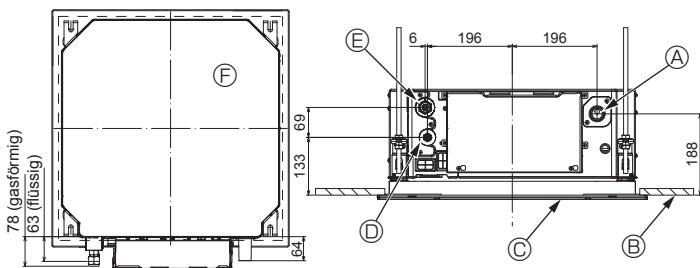

Fig. 3-1
3.1. Lage der Kältemittel- und Abflussrohrleitung des Innengerätes (Fig. 3-1)